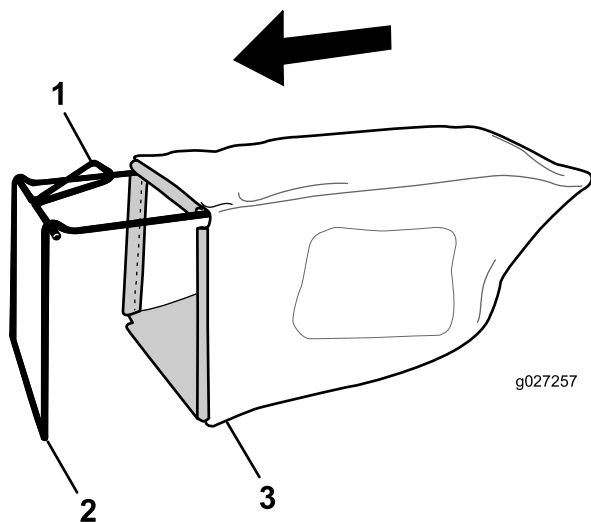

Рисунок 7
1. Установите травосборник на раму, как показано на Рисунок 7.
Примечание: Не надевайте травосборник на ручку (Рисунок 7).